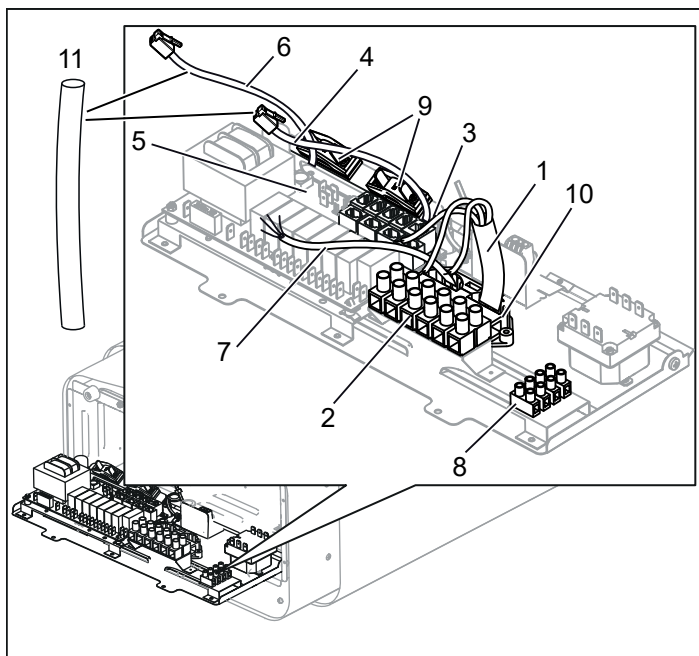
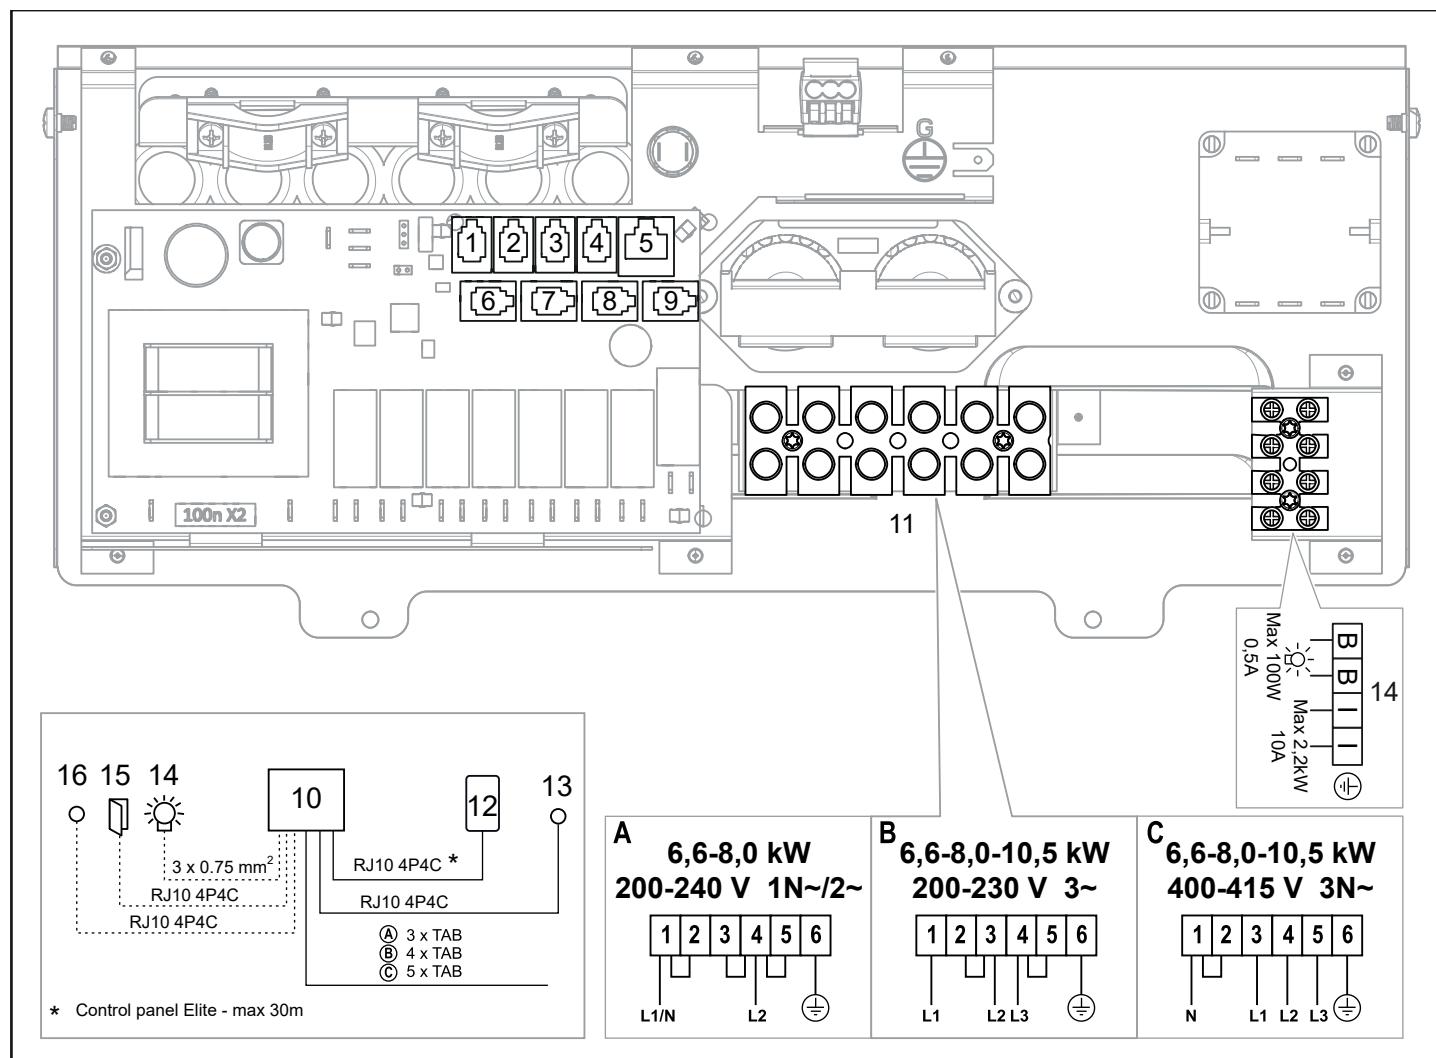

Fig 9: Kretskortet
Fig 17: Kopplingsschema
3. Anslut elkabeln (1) i plint (2) (se Fig 9) enligt kopplingsschema (se Avsnittet Anslutning/kopplingsschema, sidan 7).
4. Dra kablar för manöverpanel och temperatursensor genom kabelgenomföringarna (3). Anslut manöverpanelens kabel (4) i en av de fyra RS485-kontakterna (position 6-9) (5) (se Fig 9) enligt kopplingsschema (se Avsnittet Anslutning/kopplingsschema, sidan 7).
5. Anslut sensorns kabel (6) till NTC-kontakten på kretskortet (position 1) (5) (se Avsnittet Anslutning/kopplingsschema, sidan 5) enligt kopplingsschema (se Avsnittet Anslutning/kopplingsschema, sidan 7).
6. Anslut eventuell kabel till belysning (7) se Fig 9, till plint (8) enligt kopplingsschema Fig 17, sidan 7.
Vid inkoppling till spänningar eller fas-tal, som inte anges i kopplingsschema Fig 17, kontakta Tylö kundservice.